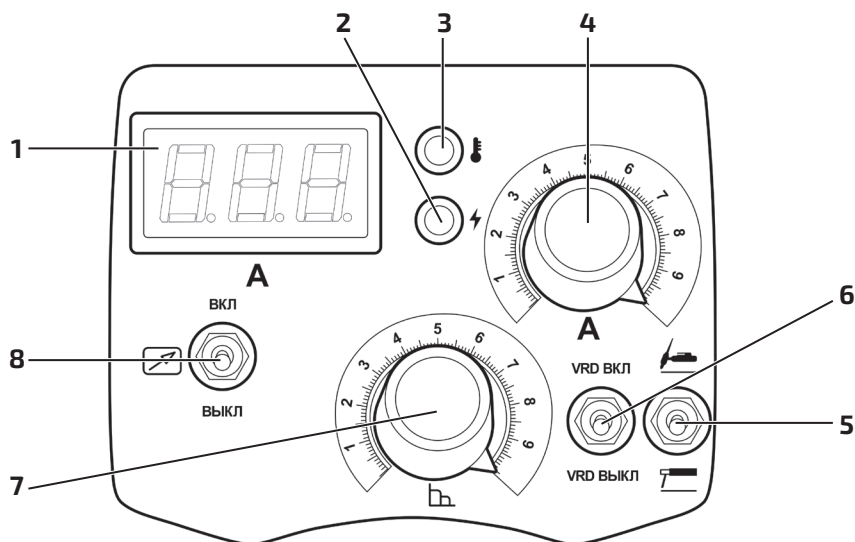

Рис. 6.1.1. Панель управления аппарата TECH ARC 205 В (Z203).
5	Панель управления (см. рис. 6.1.1).
4. Перейдите в режим MMA (см. рис. 6.1.1, п. 5) на передней панели сварочного аппарата.